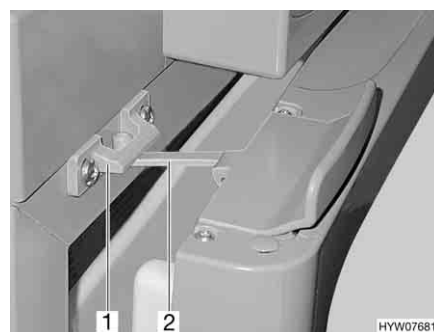

Fig. 126 Porta del frigorifero in posizione di ricircolo d'aria (Thetford)
- Aprire il bloccaggio (Fig. 126,2) e innestarlo nella sede di bloccaggio (Fig. 126,1). In questo modo la porta del frigorifero rimane ferma in posizione socchiusa.